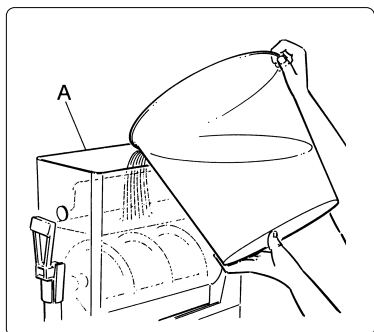

Fig. 4
- b) Verter el producto obtenido en el depósito (A), (ver fig. 4).